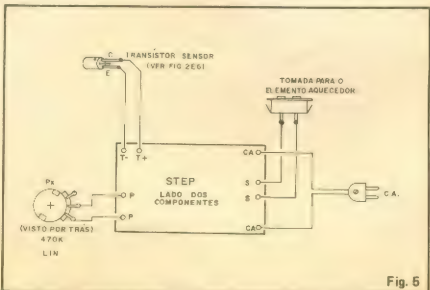

Fig. 5
As ligações externas estão melhor detalhadas na fig. 5 (cujas conexões devem também ser observadas com cuidado e atenção. . .). Lembrar que tanto a cabagem de entrada de C.A., quanto a de saída de força para o elemento aquecedor, devem ser robustas, feitas com fios de calibre suficiente para as correntes envolvidas. Já as ligações ao potenciômetro de ajuste e ao elemento sensor, poderão ser feitas com cabo paralelo fino (nº AWG 22, 24 ou 26. . .) sem problemas. . .
Observar (fig. 5) que o terminal de base (B) do transistor de germânio